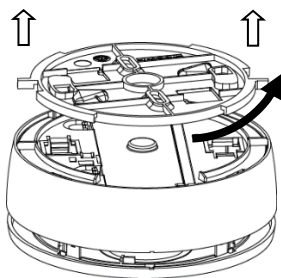

Figure 6
2. Retirez le support de montage du détecteur en le faisant pivoter dans le sens inverse des aiguilles d'une montre, puis en le soulevant (reportez-vous à la Figure 6).